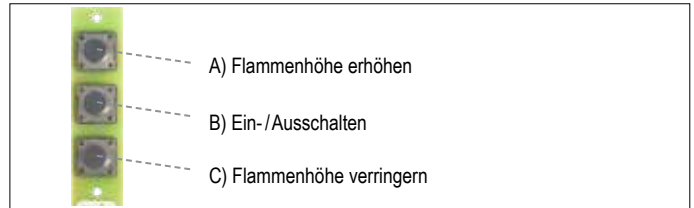

Abb. 20: Schaltpanel
- Drücken Sie die Taste „**B**“ (siehe Abb. 20), bis der Beginn der Startsequenz durch zwei kurze akustische Signale (CE, AGA-Version) oder einen durchgängigen Signalton (CSA-Version) bestätigt wird; lassen Sie die Taste los.